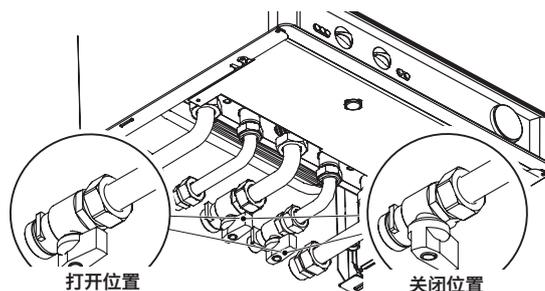

图 3.2
- 锅炉阀门与安装期间安装的阀门必须打开 (图 3.2)。
· 关闭锅炉阀门 (图 3.2)；